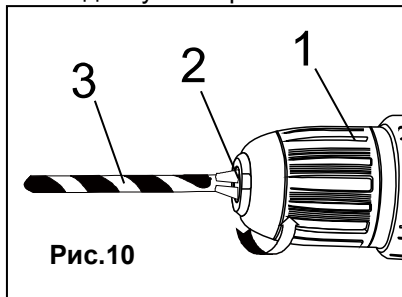

Рис.10
**ВНИМАНИЕ!** Никогда не закрепляйте оснастку как показано на рисунке (Рис. 10). Оснастка должна быть зафиксирована ровно и всеми губками патрона одновременно.